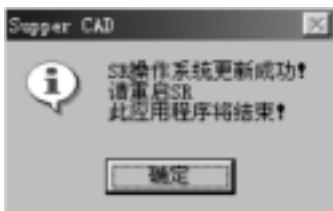

图 4.22 烧录成功提示
e. 写入系统程序成功后显示如图 4.22 所示的提示; 此时点击“是”按钮后, 必须给 SR 重新断电, 然后再上电才能正常工作。